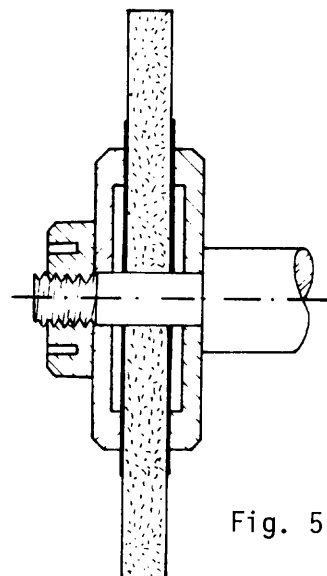

Fig. 5
- a Coloque un platillo con el rebaje hacia el frente (fig. 5).